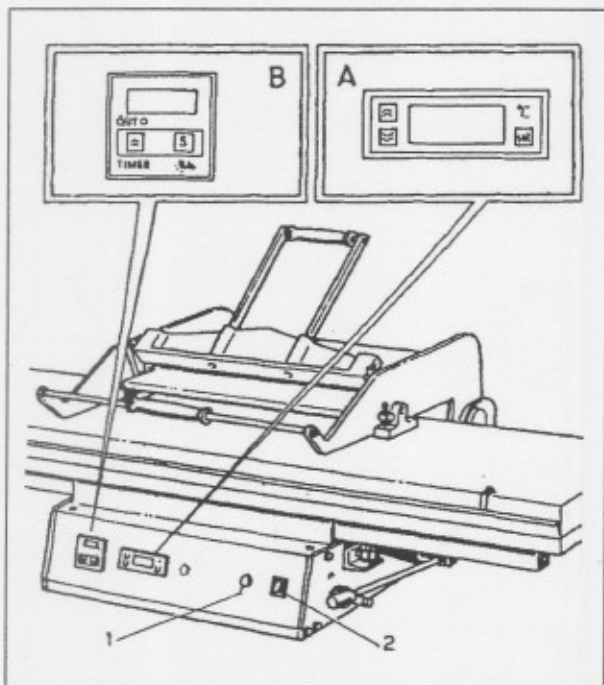

Fig. 4
- Commutare gli interruttori su ON (Fig. 4 Pos.1).
### 12.1 Regolazione temperatura (Fig. 4 riquadro A)
### 12.2 Regolazione tempo (Fig. 4 riquadro B)
- Turn on the main switch (Thermo-contactor) to ON (Bild. 4 Set.1).
### 12.1 Set working temperature (Bild. 4 Pos. A)
### 12.2 Set working time (Bild. 4 Pos. B)
- Commuter l'interrupteur général (Magnétothermique) sur ON (Fig. 4 Pos. 1).
### 12.1 Réglage de la température (Fig. 4 Position A)
### 12.2 Réglage du temps (Fig. 4 Position B)
- Thermo-Hauptschalter auf ON schalten (Abb. 4 Pos. 1).
### 12.1 Einstellung der Temperatur (Abb. 4 Schriftfeld A)
### 12.2 Einstellung der Zeit (Abb. 4 Schriftfeld B)